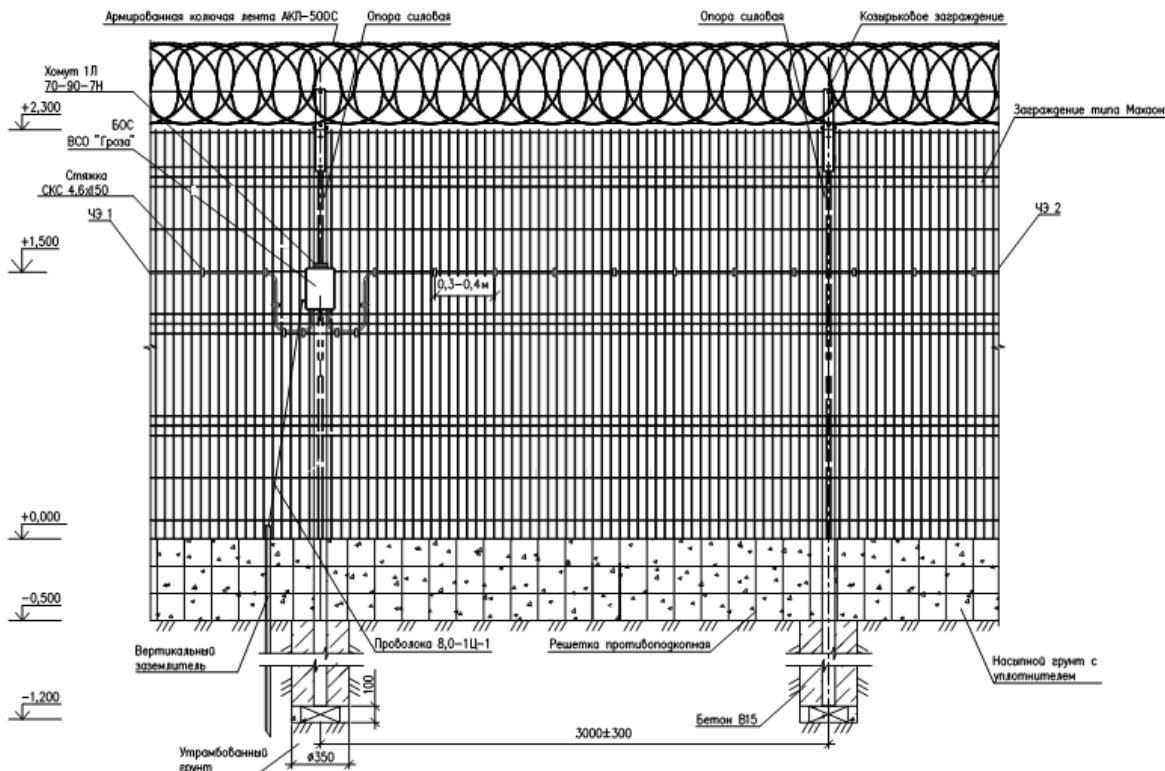

Рисунок 3.4.1
3.5.1 Монтаж КЧЭ в «одну линию» при блокировании инженерных ограждений из сварных металлических панелей «МАХАОН стандарт» с козырьковым ограждением (см. рис.3.4.1) следует вести в следующем порядке: